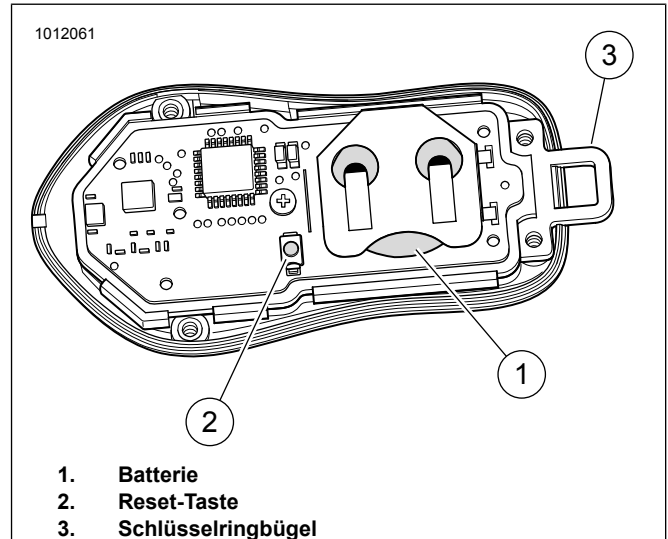

Abbildung 5. Schlüsselanhänger-Reset und Batterie
Siehe Abbildung 5. Der Schlüsselringbügel (3) kann beim Abnehmen der Abdeckung herausfallen. Achten Sie darauf, ihn nicht zu verlieren.
Siehe Abbildung 5. Die vier Schrauben entfernen, mit denen die Rückseite des Schlüsselanhängers befestigt ist. Die Abdeckung entfernen.
2. Siehe Abbildung 5. Die Taste (2) gedrückt halten, bis die Spectra Glo-Leuchten durch alle sieben Farbzonen wechseln. Weitere 5 Sekunden gedrückt halten, bis die Spectra Glo-Leuchten ein zweites Mal durch alle sieben Farbzonen gewechselt haben.